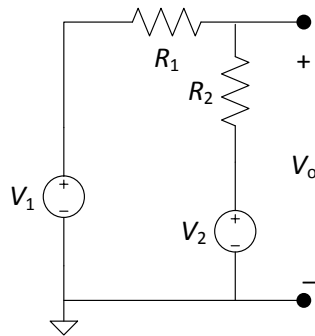

Figura 2. Circuit per comprovar el Teorema de Thevenin.
- P2. Es comprovarà el Teorema de Thévenin amb el circuit de la Figura 2. A tal fi
- Simuleu el circuit de la Figura 2 i també el seu equivalent Thévenin amb els següents valors de resistència connectats a la sortida: $100\ \Omega$, $1\text{ k}\Omega$, $10\text{ k}\Omega$ i circuit obert.
Comproveu que la tensió de sortida és coincident per ambdós circuits (Figura 2 i equivalent Thévenin) i que també coincideix amb els valors teòrics dels apartats b i c.
- Munteu el circuit de la Figura 2 amb els valors esmentats a la qüestió P2.b.